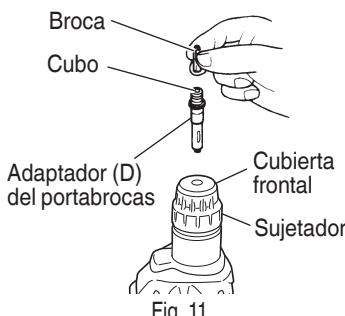

Fig. 11
- (1) La aplicación de fuerza excesiva acelerará el trabajo pero dañará la punta de la broca y reducirá la vida útil del martillo perforador.
4. Cuando coloque tornillos para metal (Fig. 11)
- No intente emplear la perforadora de percusión en la función de rotación y golpeteo con el adaptador de portabroca (D) y la broca instalados.
5. Atornillando tornillos para madera (Fig. 11)